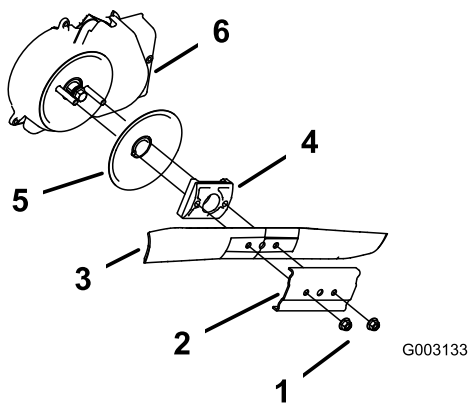

Figure 33
3. Retirez les 2 écrous de la lame et le renfort (Figure 33).
4. Déposez la lame (Figure 33).
5. Posez la nouvelle lame (Figure 33).